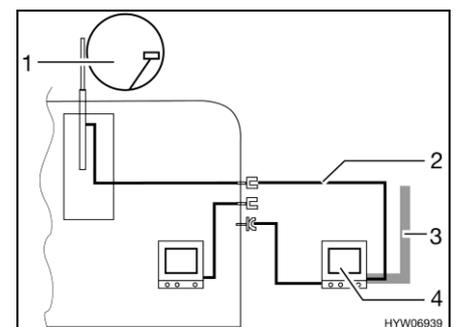

Fig. 206 TV nella tenda veranda
- TV nella tenda veranda (Fig. 206,4): Collegamento all'antenna del tetto (Fig. 206,1) con cavo di collegamento (Fig. 206,2)
- TV nella tenda veranda (Fig. 206,4): Collegamento a antenna esterna (Fig. 206,3)